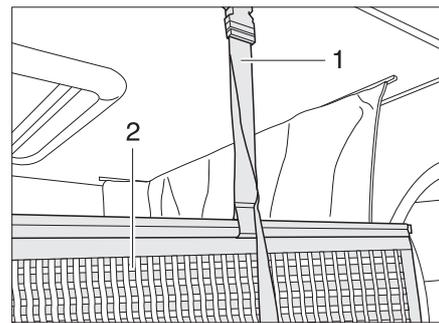

Bild 128 Halterung Sicherungsnetz
Das Sicherungsnetz (Bild 128,2) mit den Haltegurten ist unter der Matratze verstaut. Das Sicherungsnetz erst aufspannen, wenn sich die Personen bereits im Hubbett befinden.
- Die Haltegurte (Bild 128,1) in die Halterungen an der Decke einrasten.